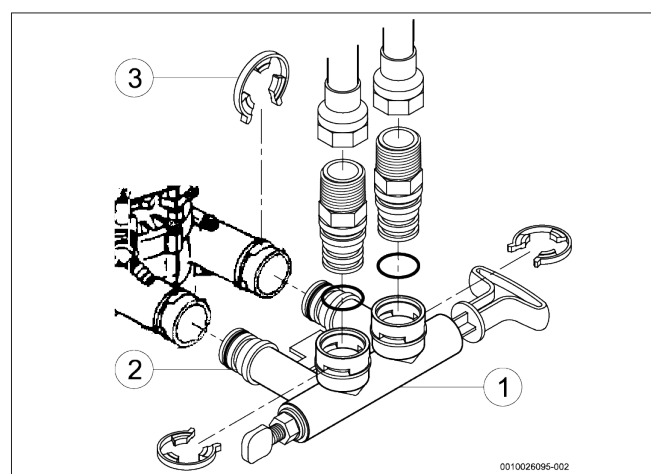

Fig. 10 Module de la vanne bypass simple
5. Pousser la vanne bypass simple dans la vanne de l'adoucisseur aussi loin que possible. Fixer les deux grands clips de maintien (entrée et sortie), du haut vers le bas, comme indiqué dans les Fig. 10 et 11.